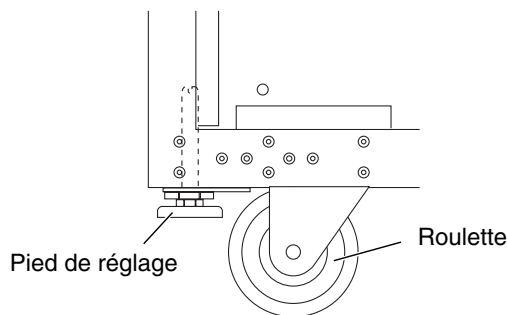

FIGURE 4-1 Pieds de réglage rétractés
7. **Relevez les pieds de réglage et assurez-vous qu'ils sont entièrement rétractés dans le châssis du coffret (voir FIGURE 4-1).**